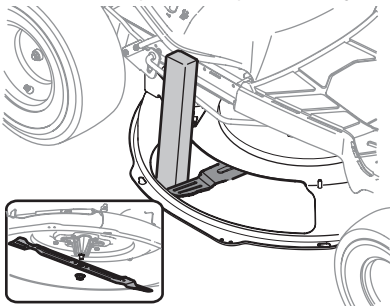

Figure 38
2. Insérez une cale en bois ou un morceau de poutre de au moins 51 mm x 102 mm (2" x 4") dans l'ouverture du plateau de coupe et faites tourner la lame jusqu'à ce que la cale se coince entre l'ouverture du plateau de coupe et la lame (Figure 38).
3. Retirer l'écrou à bride à six pans qui maintient la lame (Figure 38).